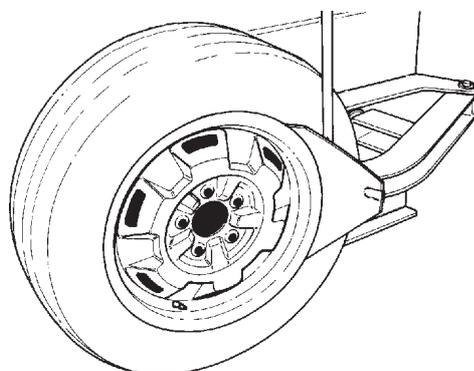

Fig. 4.1-2
B. Détalonner le flanc extérieur et intérieur de la roue. Maintenir ouvert l'outil de décollage, faire tourner l'ensemble pneu/jante dans la zone de l'outil de décollage (Fig. 4.1-2). S'assurer que l'ensemble pneu/jante est bien à plat contre les patins de l'outil de décollage sur le côté de la machine. S'assurer que la lame de l'outil de décollage n'est pas au-dessus de la partie supérieure d'une partie de la jante. Maintenant, activer la pédale de l'outil de décollage. Dès que le talon sort de la jante, relâcher la pédale de l'outil de décollage. Il pourrait être nécessaire de faire tourner le pneu de 90 degrés et de répéter la procédure ci-dessus pour sortir tous les talons.
Effectuer cette opération avec beaucoup de précautions. Éviter de maintenir trop longtemps la pédale du détalonneur pressée. Il pourrait provoquer accidentellement la rupture du talon (Fig. 4.1-2).